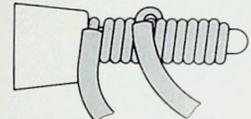

Bild 10. Schlechte Wickelverbindung mit zwei Verbindungen auf einer Anschlußfahne; die Verbindungen überlappen sich
- Die zweite Verbindung darf die erste nicht überlappen (Bild 10).